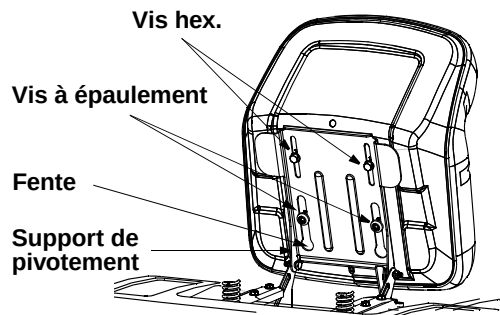
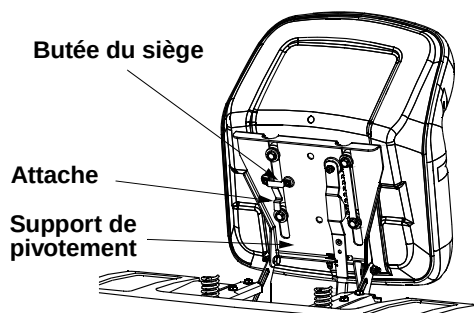
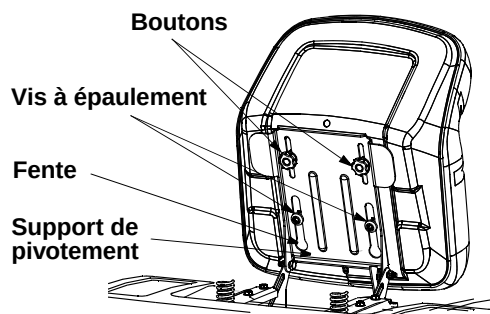

Figure 3
Figure 4
Figure 5
Référez-vous à la Figure 3, Figure 4 et la Figure 5, identifier le style de siège de votre tracteur et suivre les instructions applicables.
1. Placez les vis à épaulement (qui se trouvent sur la base du siège) dans les fentes du support du pivotement du siège. Voir la Figure 3.
3. Choisissez la position du siège et maintenez-le en place avec les deux vis hex. retirées plus tôt. Voir la Figure 3.
REMARQUE: Si le siège était installé à l'envers sur le support de pivotement pour l'expédition, tirez sur l'attache qui se trouve sur la butée du siège et maintenez-la ouverte pendant que vous dégagez le siège du support de pivotement. Voir la Figure 4.
2. Glissez le siège jusqu'à ce que la rondelle d'espacement avant du siège s'imbrique dans le butée. Voir la Figure 4.
1. Placez les vis à épaulement (qui se trouvent sur la base du siège) dans les fentes du support du pivotement du siège. Voir la Figure 5.
3. Choisissez la position du siège et maintenez-le en place avec les deux boutons retirés plus tôt. Voir la Figure 5.